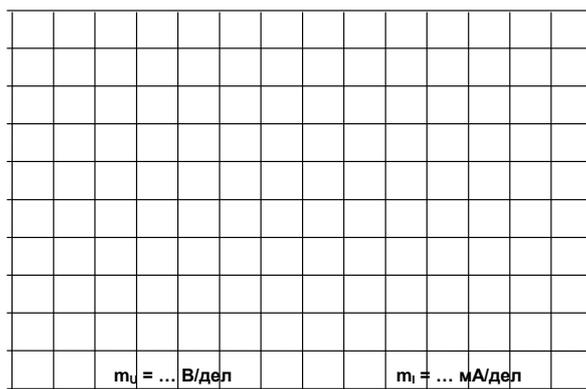

Рисунок 8.11 – Векторные диаграммы для каждого рассмотренного случая
- Постройте в одинаковом масштабе векторные диаграммы на рис. 8.11 для каждого из рассмотренных случаев.